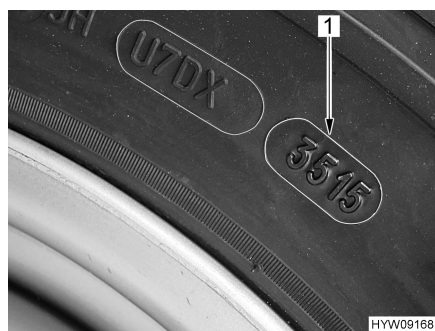

Bild 86 DOT-nummer
- ▷ Däcken bör ej vara äldre än 6 år, då gummit torkar med åren. Det fyrsiffriga DOT-numret (Bild 86,1) på däcksidan anger tillverkningsdatum. De första två siffrorna står för veckan de andra två för tillverkningsåret.